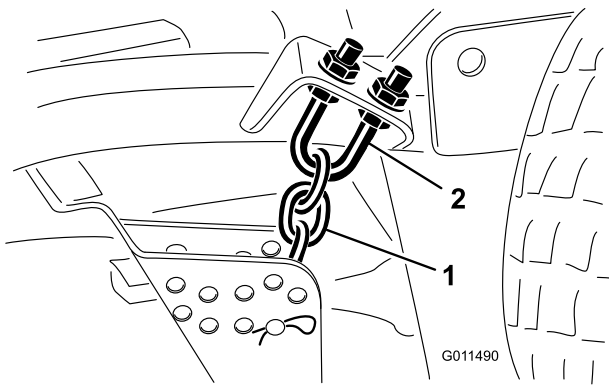

Figura 80
1. Afloje las contratueras en la parte superior o inferior del perno en U de la cadena de altura de corte (Figura 80).